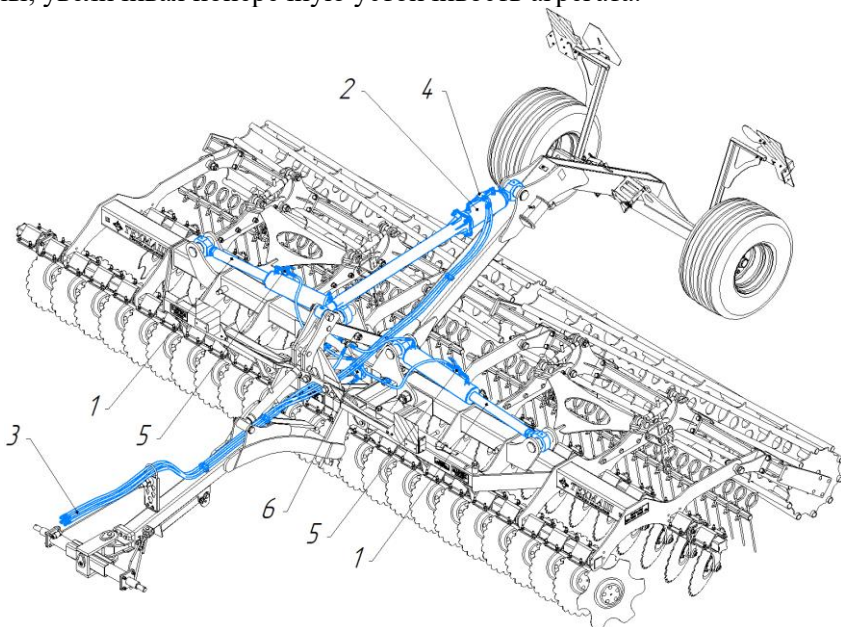

Рисунок 5 – Гидросистема АДТ-6
3.9 Гидросистема (рисунок 5,6) предназначена для перевода агрегата из транспортного положения в рабочее и обратно. Гидросистема состоит из гидроцилиндров крыльев 1, гидроцилиндра колесного хода 2, рукавов высокого давления 3.